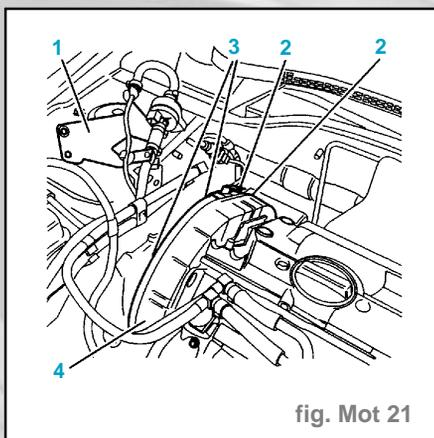

fig. Mot 21
- Écarter le support d'électrovanne de purge canister (1) (fig. Mot. 21).